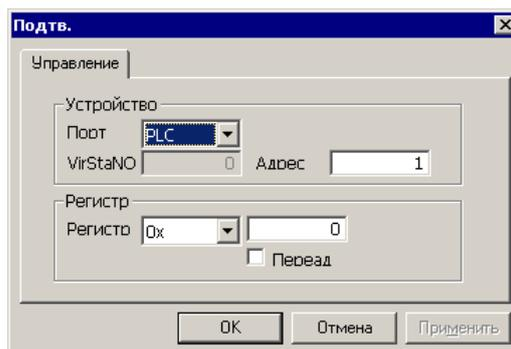

Рисунок 80
- Переключатель «Подтв.» служит для задания бита, отвечающего за подтверждение ввода нового значения с клавиатуры. Если флажок переключателя установлен, то справа от него отображается кнопка, нажатие которой вызывает окно «Подтв.» (см. рис. 80), в котором задается адрес бита в памяти ПЛК. В этот бит будет посылаться «1» в случае ввода новых данных с клавиатуры (см. п. 4.1.7). Если флажок переключателя не установлен, то подтверждение ввода новых данных вводиться не будет.
- Переключатель «Подтверждение» служит для задания бита, отвечающего за подтверждения ввода нового значения с клавиатуры. Если флажок переключателя установлен, то справа от него отображается кнопка, нажатие которой вызывает окно «Подтверждение» (см. рис. 80), в котором задается адрес бита в памяти ПЛК. В этот бит будет посылаться «1» в случае ввода новых данных с клавиатуры (см. п. 4.1.7). Если флажок переключателя не установлен, то подтверждение ввода новых данных вводиться не будет.